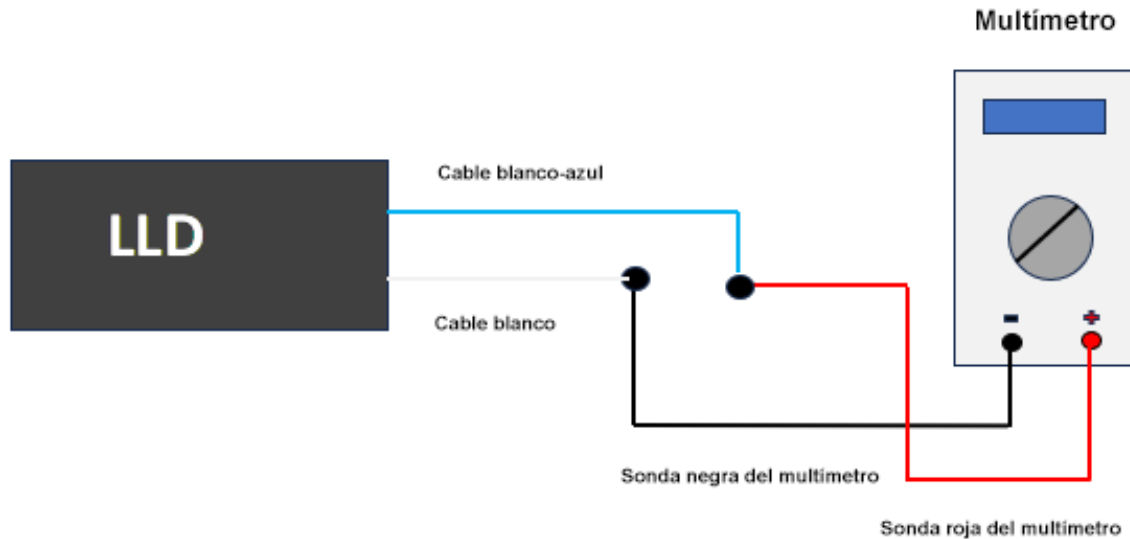

Fig. 5 Diagrama de conexión
2. Monte el circuito de conexión de acuerdo con la «Fig. 5 Diagrama de conexión».